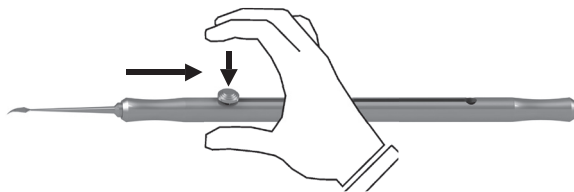

Abb. 3
- Fahren Sie das jeweilige Instrumententeil durch drücken und gleichzeitigen Schiebens des Knopfes (Abb. 3) in die mittlere Position wieder ein (Abb. 1).